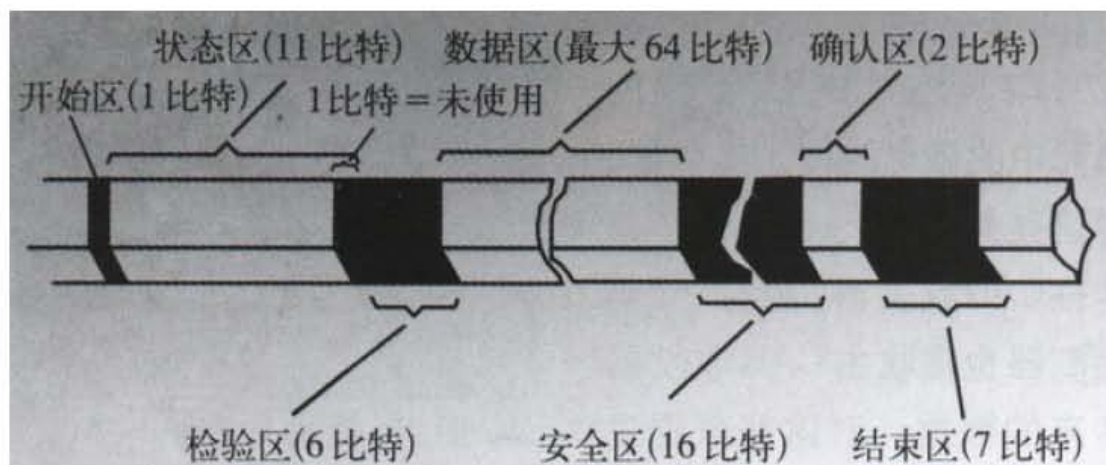

图4
- 2) . 发出数据：CAN 收发器从 CAN 控制器处接收数据，将其转化为电信号发出。这些数据以数据列的形式进行传输，数据列是由一长串二进制（高电平与低电平）数字组成（像 0110100100111011），其格式如图 4 所示。